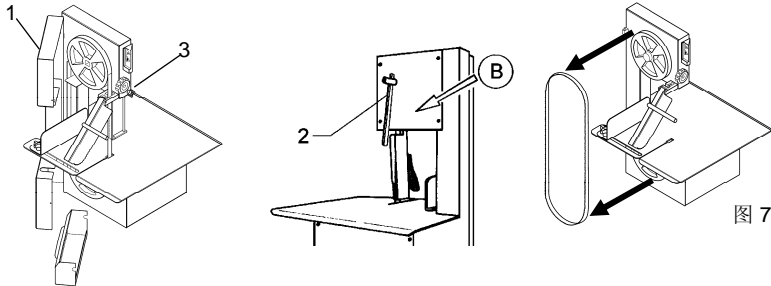

图 7.6.2
7.6.2 - 更换锯条 (图7.6.2)
- 释放图7.6.2中箭头“B”指示的旋钮“2”。
- 转动位置“A”(图7.6.2)上的旋钮，拉长锯片。